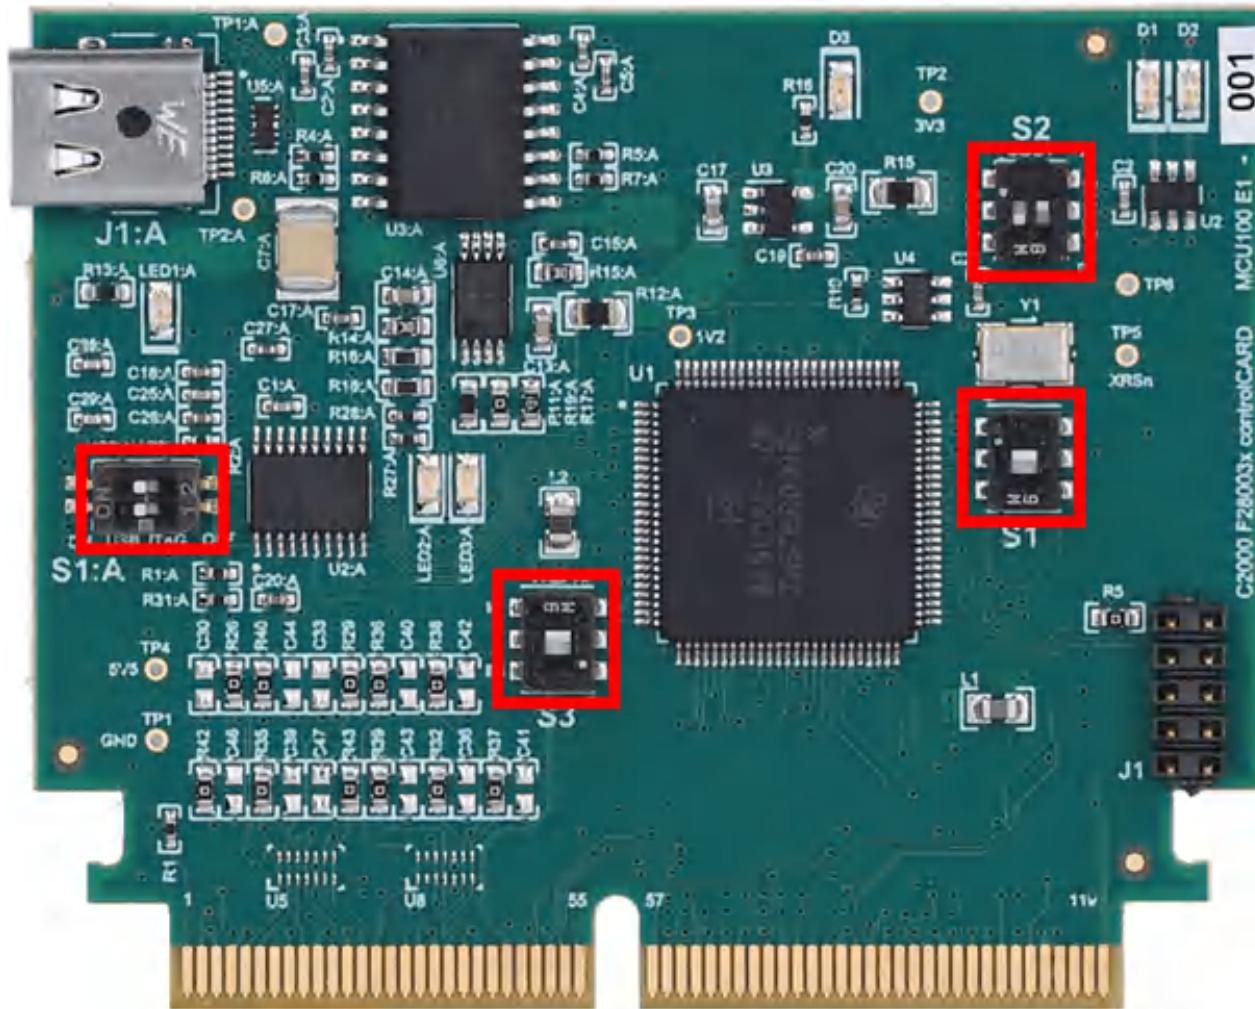

图 4-1. TMDSCNCD280039C ControlCARD 开关设置
- 确保 TMDSCNCD280039C controlCARD 开关设置如图 4-1 所示。